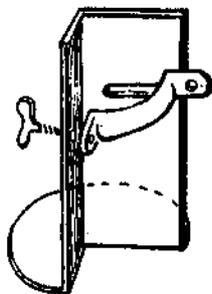

Fig. 49
*Graduador de puas* (Fig. 49). — Peça de ferro fundido, munida de um parafuso de borboleta.
Fig. 49 a —